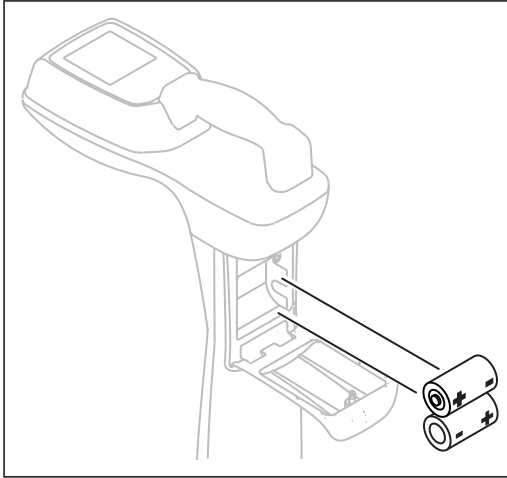

Abb. 6: Batteriewechsel am Empfänger **UT 830 R** – Polung der Batterien
3. Legen Sie die neuen Batterien ein. Achten Sie dabei auf die korrekte Polung (Abb. 6).